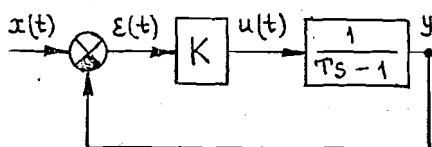

Рис.27
22. Смоделируйте систему регулирования (рис.27), состоящую из неустойчивого объекта с передаточной функцией $W(s) = \frac{1}{Ts - 1}$ и регулятора, реализующего пропорциональный закон регулирования $u(t) = K\varepsilon(t)$.
$u(t) = K\varepsilon(t) + \int_0^t \varepsilon(\tau) d\tau$. Убедитесь теоретически и экспериментально, что данная система является устойчивой при тех же условиях, что и исходная (рис.27), но в отличие от нее не дает установившейся ошибки при отработке ступенчатых воздействий.